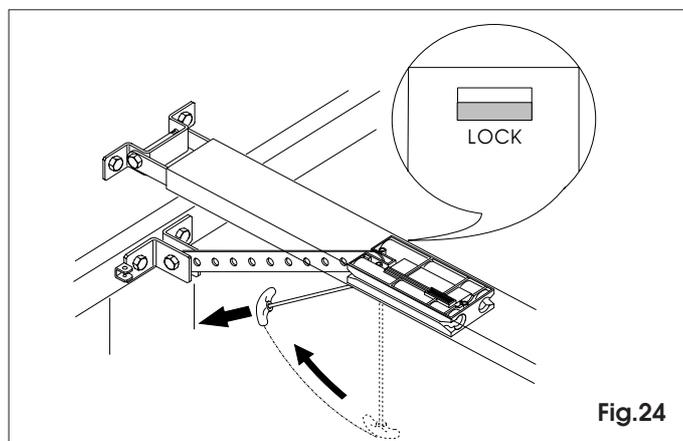

Fig.24
7.23 Ribloccare l'automazione tirando orizzontalmente la maniglia (fig.24 N.B. al rilascio accertarsi di vedere sotto al carrello la finestra di indicazione "LOCK" di colore rosso segno del corretto riarmo).